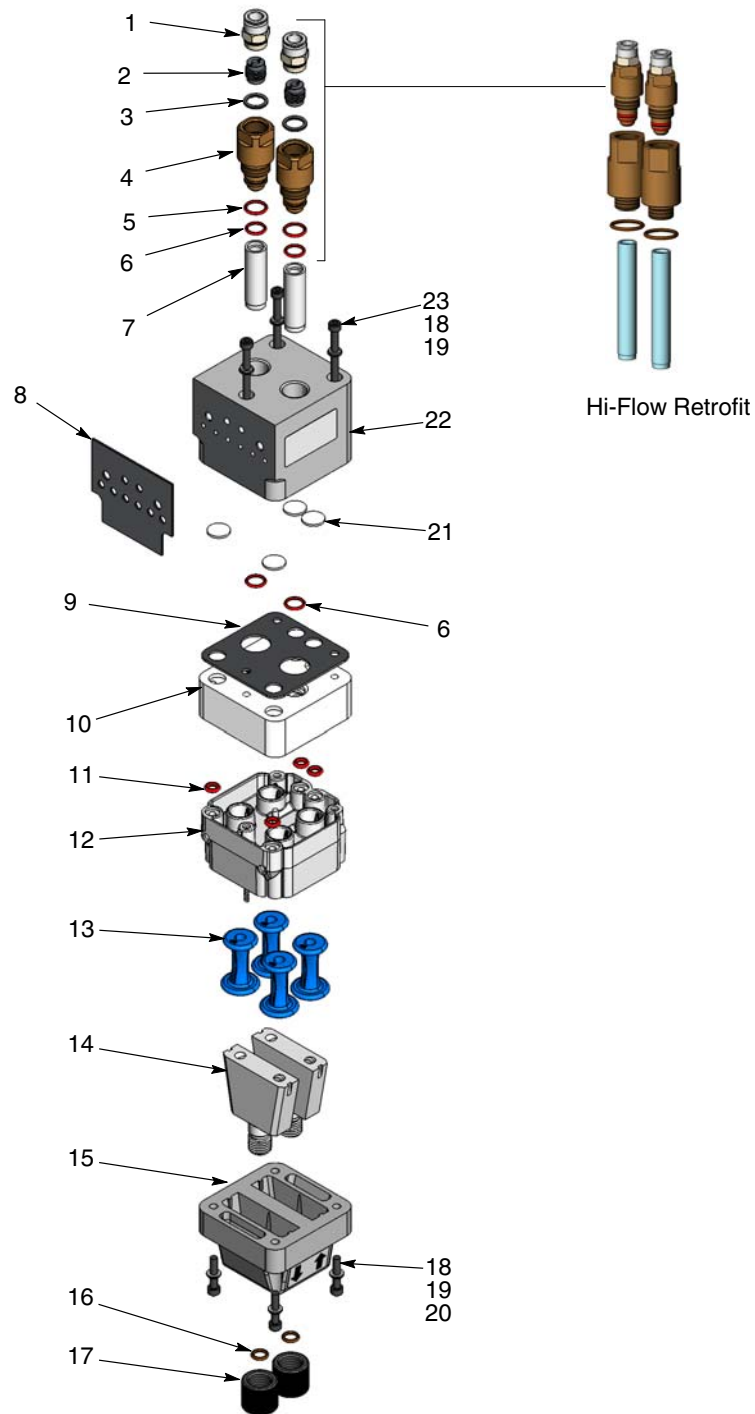

Figura 10 Desmontaje de la bomba
4. Ver la figura 10. Empezando con los tubos de fluidificación, desmontar la bomba tal y como se muestra a continuación. No es necesario retirar las juntas obturadoras pegadas con cola a no ser que estén dañadas.